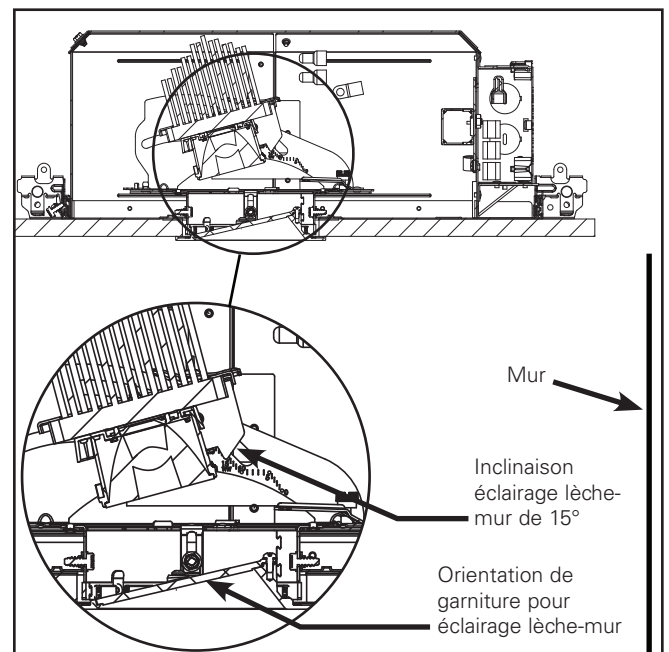

Figure 13
Pour les garnitures rondes ou carrées d'éclairage lèche-mur, l'angle d'inclinaison optimal est de 15 degrés. (Figure 13).
7. Si vous choisissez un éclairage lèche-mur, l'angle de la lentille devrait correspondre à la direction et à l'angle de la tête du mécanisme. (Figure 13).